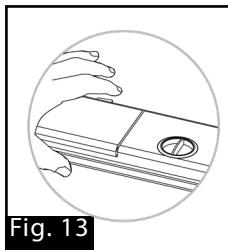

Fig. 13
1. Presione el botón en el compartimento del detergente (Fig. 13).